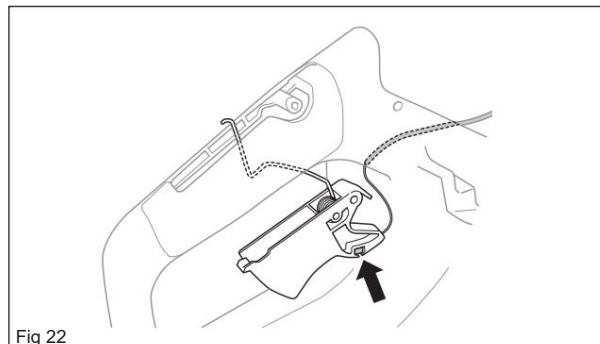

Fig 22
Monter le câble d'accélérateur (A), la commande d'accélérateur (B) et le ressort (C). (voir figure 22)